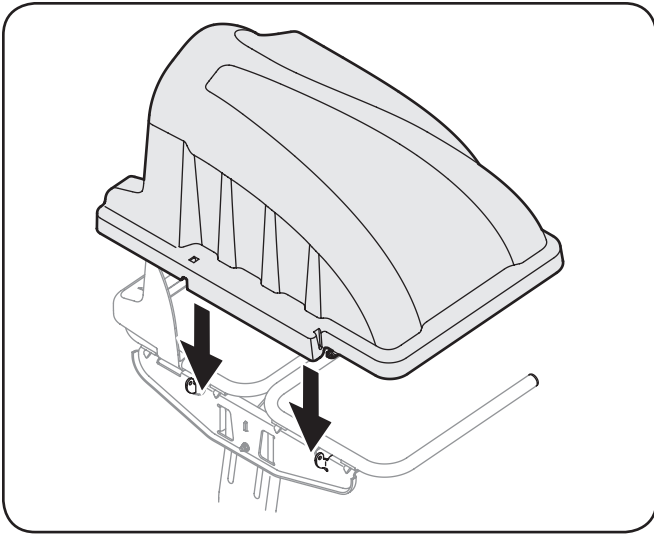

Figure 4-14
5. Installez le couvercle du dispositif d'ensilage sur l'assemblage du support de sac, comme illustré à la Figure 4-14. Le couvercle de plastique doit être installé à l'intérieur des deux languettes de montage.